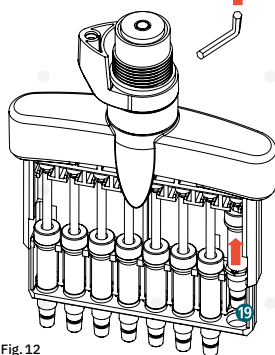
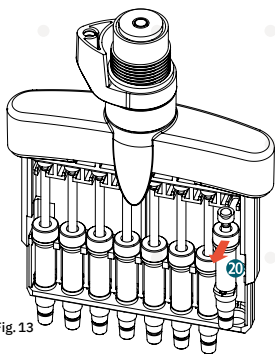

Fig. 12
Fig. 13
- El cilindro del émbolo 19 se empuja hacia arriba (Fig. 12), la unidad del émbolo completa 20 se puede quitar hacia adelante (Fig. 13) y limpiar exteriormente con una solución desinfectante. Lubrique el émbolo de nuevo con grasa de émbolo STARLAB original (véase también 8 Información de pedido).